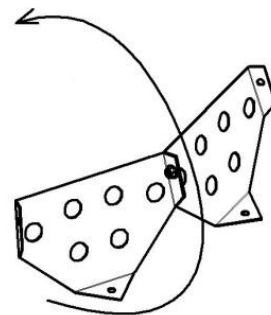

Рис.16
3.11. Преодолевая усилие пружины (22), оттянуть фиксатор (19) вниз и повернуть емкость на удобный угол. Прикрепить лопасти (12) к емкости нижней (2) и емкости верхней (13), с помощью болтов (28), шайб (20) и гаек (47), при этом шайбы установить с наружной стороны ёмкостей.
Возможна комплектация бетоносмесителя сборными лопастями (рис. 16). В этом случае необходимо две полу-лопасти скрепить между собой болтом M8x12 и гайкой (47). После установить в бетоносмеситель по направлению вращения ёмкости (указано на рис. 16 стрелкой) с помощью болтов (28), шайб (20) и гаек (47).